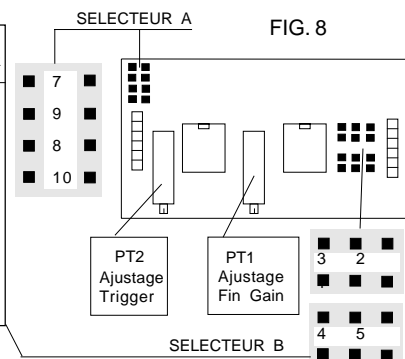

FIG. 8
Placer les cavaliers sur la position indiquée dans le tableau ci-dessous pour chaque gamme. Les cavaliers sont situés sur la carte d'entrée "MP". Voir Fig. 8. Certaines gammes d'entrée nécessitent l'adjonction d'une résistance shunt. Les valeurs de cette résistance sont données dans le Tableau 7. Si la gamme du signal d'entrée est modifiée, suivre la procédure de réglage et étalonnage.
- Choisir sur la carte d'entrée la gamme de Fréquence désirée, en suivant le Tableau 5, et en utilisant les cavaliers "1", "2", "3", "4", "5" et "6". (Fig. 8).
Le conditionneur de signal fournit deux tensions d'excitation pour les capteurs: 24 Vcc pour les capteurs PNP ou NPN et 8.2 Vcc pour les capteurs NAMUR. Le Tableau 4 indique les cavaliers qui doivent être choisis pour chaque type de capteur. Les cavaliers sont situés sur la carte d'entrée "MP". Voir Fig. 8.